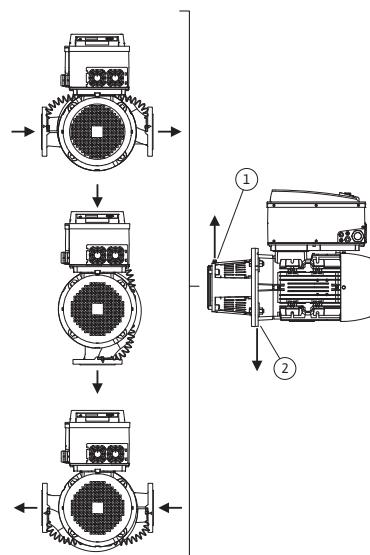
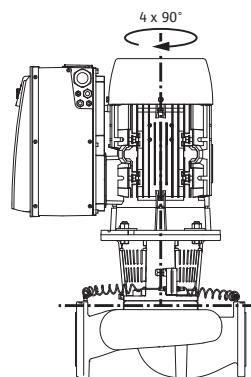

Fig. 18: Sallitut asennusasennot,
Fig. 19: Sallitut asennusasennot,
Sallitut asennusasennot, kun moottoriakseli on vaakatasossa ja elektroniikkamoduuli ylöspäin ( $0^\circ$ ), on esitetty Fig. 18. Esitettyyn ei ole sallittuja asennusasentoja sivuttain asennetulla elektroniikkamoduulilla ( $+/- 90^\circ$ ). Kaikki muut asennusasennot paitsi "elektroniikkamoduuli alas päin" ( $-180^\circ$ ) ovat sallittuja. Pumpun ilmaus on varmaa vain silloin, kun ilmanpoistoventtiili osoittaa ylös-päin (Fig. 18, kohta 1). Vain tässä asennossa ( $0^\circ$ ) voidaan syntyvä kondenssivesi johtaa tehokkaasti pois porattujen aukkojen, tiivistelaipan ja moottorin kautta (Fig. 18, kohta 2). Irrota sitä varten moottorilaippa.
Sallitut asennusasennot, kun moottoriakseli on pystysuuntainen, on esitetty kuvassa Fig. 19. Kaikki muut asennusasennot paitsi "moottori alas päin" ovat sallittuja.
- Tiivistelaimpassa olevan ilmausventtiilin (Fig. 6, kohta 1.31) pitää vaakatasoisen moottoriakselin yhteydessä osoittaa aina ylöspäin (Fig. 6a: ja Fig. 6b:). Pystysuuntaisen moottoriakselin yhteydessä kaikki suunnat ovat sallittuja. Katso tästä myös Fig. 18: "Sallitut asennusasennot, vaakasuuntainen moottoriakseli" sivulla 81 tai Fig. 19: "Sallitut asennusasennot, pystysuuntainen moottoriakseli" sivulla 81.
- Kun moottoriakseli on vaakatasossa, kondenssivesiaukon pitää olla alas päin (Fig. 18, kohta 2). Tarpeen vaatiessa moottoria pitää kiertää.